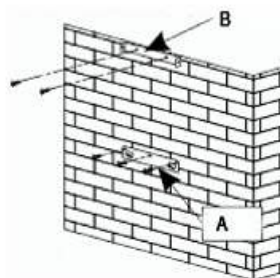

fig. 3
- Dibuje sobre el muro los 3 agujeros que necesita taladrar utilizando el gancho de suspensión de la campana, proporcionado y respetando la distancia recomendada (fig. 3)
- Enrosque el soporte para fijación de la campana garantizando que esté totalmente nivelado (fig. 3)
- Calcule la altura final para enroscar el estribo en U del soporte de la chimenea (fig. 3).
- Taladre los 2 agujeros de 8 mm y enrosque la brida de soporte de la chimenea prestando atención para que esté bien en el eje de la campana (fig. 3).
- Calcule la altura final para insertar la brida de soporte de la chimenea (fig. 3).